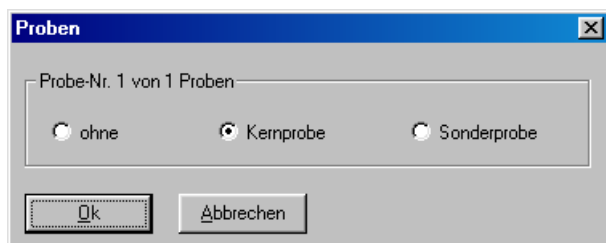

Bild 43 Menü "Proben"
- Mit Doppelklick in: *Probe* wird das Menü des Bild 43 aufgerufen